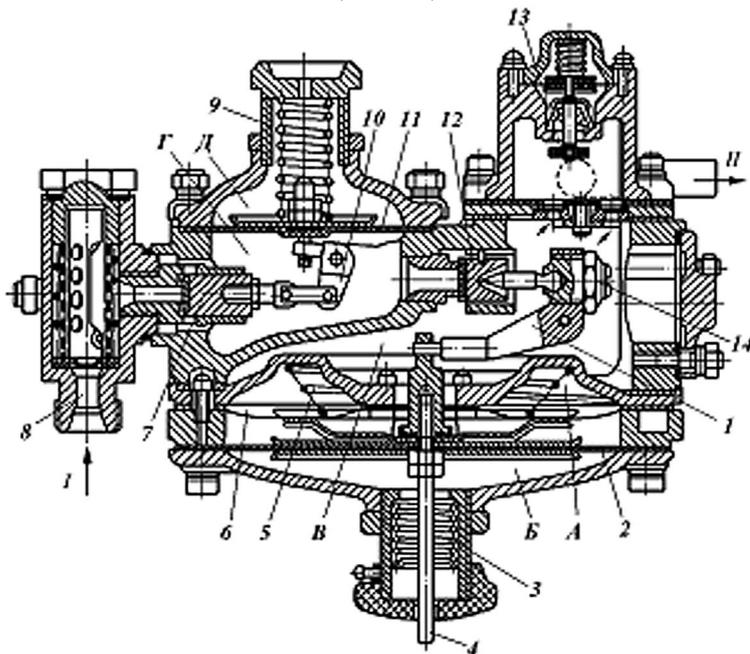

Рис. 1. Двухступенчатый газовый редуктор низкого давления
11. РАБОТА РЕДУКТОРА (РИС. 1)
12. ДАВЛЕНИЕ ПЕРВОЙ СТУПЕНИ РЕДУКТОРА (РИС. 1) РЕГУЛИРУЕТСЯ